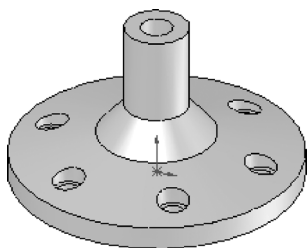

图 9-24 轴盖
本例创建的轴盖如图 9-24 所示。
**03** 保存文件。单击“快速访问”工具栏中的“保存”按钮，将零件保存为“轴盖.sldprt”，最终效果如图 9-24 所示。